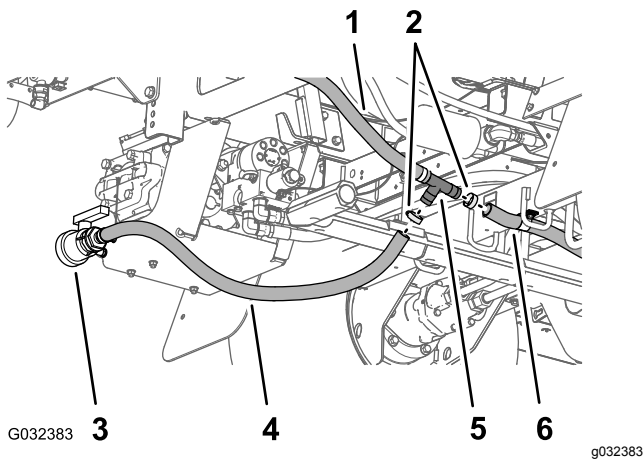

Figura 52
4. Retire las abrazaderas que sujetan la manguera de la válvula de vaciado y la manguera de vaciado del depósito trasero al acoplamiento en T dentado (Figura 52).